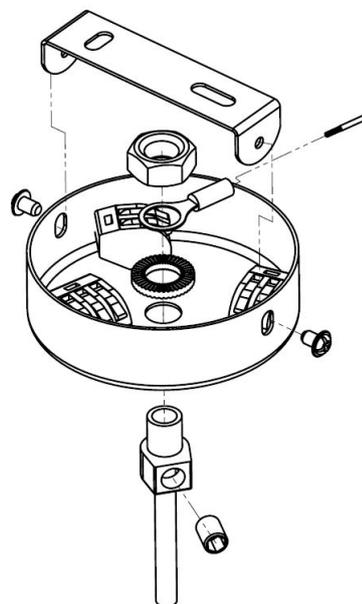

Рис.4
2. Установите потолочную чашу для подвесного исполнения (Рис. 4);